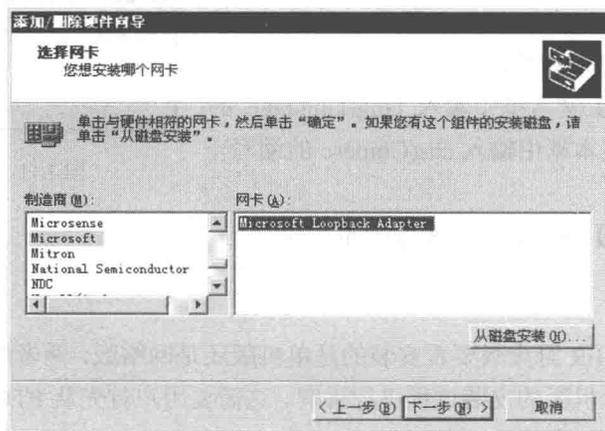

图 1.8 添加/删除硬件向导 6
(6) 由于要安装虚拟网卡，所以选择【网卡】选项，然后单击【下一步】按钮，弹出要求用户选择要安装的网卡类型的对话框。这里安装的是微软的虚拟网卡，所以选择 Microsoft 选项，如图 1.8 所示。
(7) 选择其中唯一的网卡类型，单击【下一步】按钮，完成虚拟网卡的安装过程。